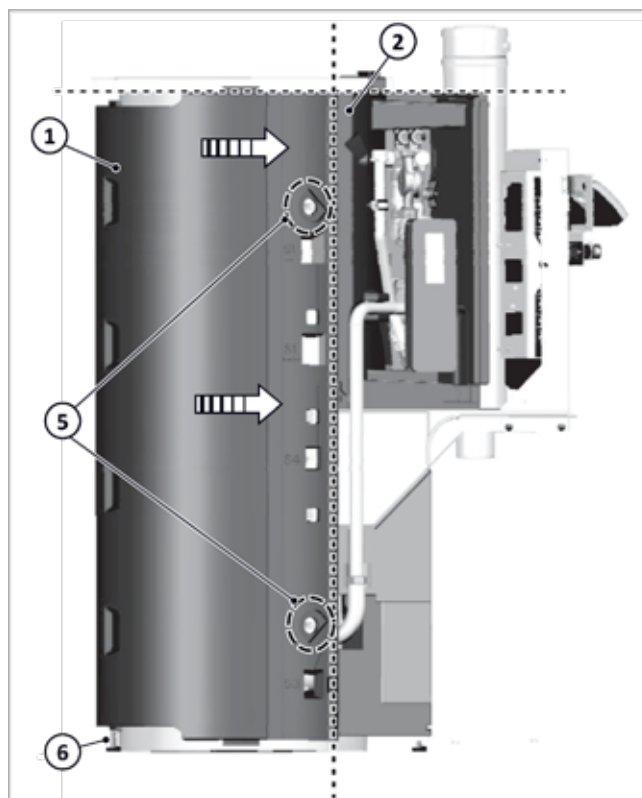

Abb. 16: Hintere Behälterisolierung anlegen
3. Mittels abgewinkelter Unterlegscheibe (3) und Schraube (4) die Behälterisolierung am Behälter oben und unten → Abb. 16 (5) fixieren.
- gerader oberer Abschluss der hinteren Behälterisolierung → Abb. 16 (1) mit der Stationenisolierung (2)
- bündig in der Senkrechten zur Stationenisolierung → Abb. 16 (2) und zur Flanschisolierung ausrichten.
6. Fuß → Abb. 16(6) bis zum Boden rausdrehen.